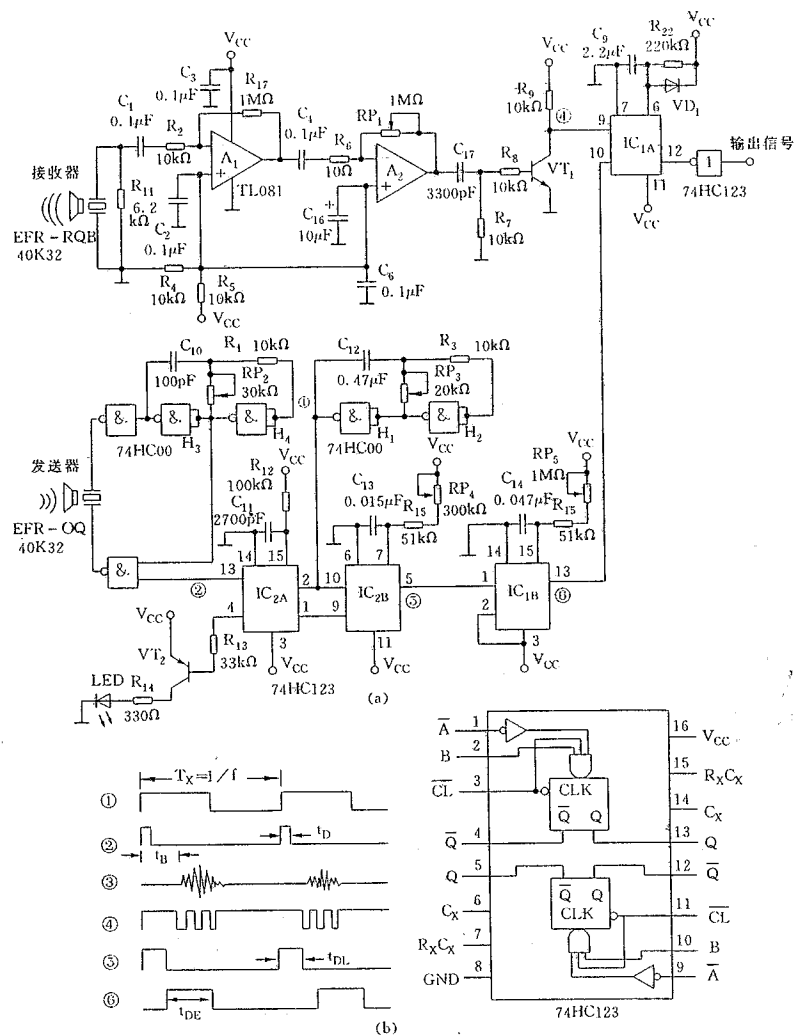

图 8-21 超声波接近传感器电路
图 8-21 是超声波接近传感器电路，可用于自动门、警戒装置和防盗装置等。图 8-21(a) 为电路图，图 8-21(b) 为相应波形。电路中，74HC00 中 H_1 和 H_2 构成 RC 振荡器，振荡器频率由电容 C_{12} 、电位器 RP_3 、电源电压以及阈值电压大小确定。如果阈值电压为电源电压的 1/2，则振荡频率为 $f=1/(2 \cdot 2C_{12}RP_3)$ ，振荡电路输出波形如图 8-21(b) 中①所示，以此波形为基准，驱动发送传感器工作。驱动脉冲的持续时间 t_D 取决于 IC_{2A} (74HC123) 电路中 C_{11} 和 R_{12} 的大小， $t_D=C_{11}R_{12}(s)$ ，其波形如图 8-21(b) 中②所示。 H_3 和 H_1 振荡电路产生 40kHz 的振荡波形，在 IC_{2A} 的 13 脚为高电平期间输出至发送传感器，以短脉冲群的形式进行发送驱动。
由目标反射回来的反射波被接收传感器所接收，经 A_1 和 A_2 运放构成的交流放大器放大到图 8-21(b) 中③所示波形。放大后的反射波由晶体管 VT_1 构成整形电路整形形成图 8-21(b) 中④所示波形。电路中， IC_{2B} (74HC123) 等组成的单稳态延迟电路确保在延迟时间 t_{DL} 内不拾取直接反射波，以免造成电路的误动作。 IC_{1B} (74HC123) 形成一个屏蔽时间 t_{DE} ，以确保允许检测的时间范围。最后信号经 IC_{1A} (74HC123) 构成单稳态电路通过反相器输出。